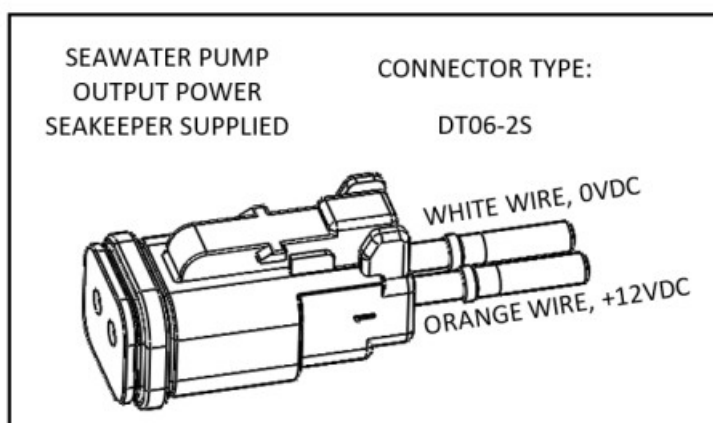

FIGURE 7 – CÂBLE 5, EXTRÉMITÉ DE L'ALIMENTATION DE SORTIE CC DE LA POMPE À EAU DE MER
- ii. Pompe de 12 VCC, 3 A max, fournie par le client, doit être configurée avec une prise à deux broches Deutsch DT Series afin de s'accoupler avec le connecteur représenté sur la figure 7.
- iii. Le CÂBLE 5 doit être acheminé et installé sur le navire depuis le gyroscope (extrémité mâle) vers la pompe à eau de mer (extrémité femelle). (Voir la figure 7.)